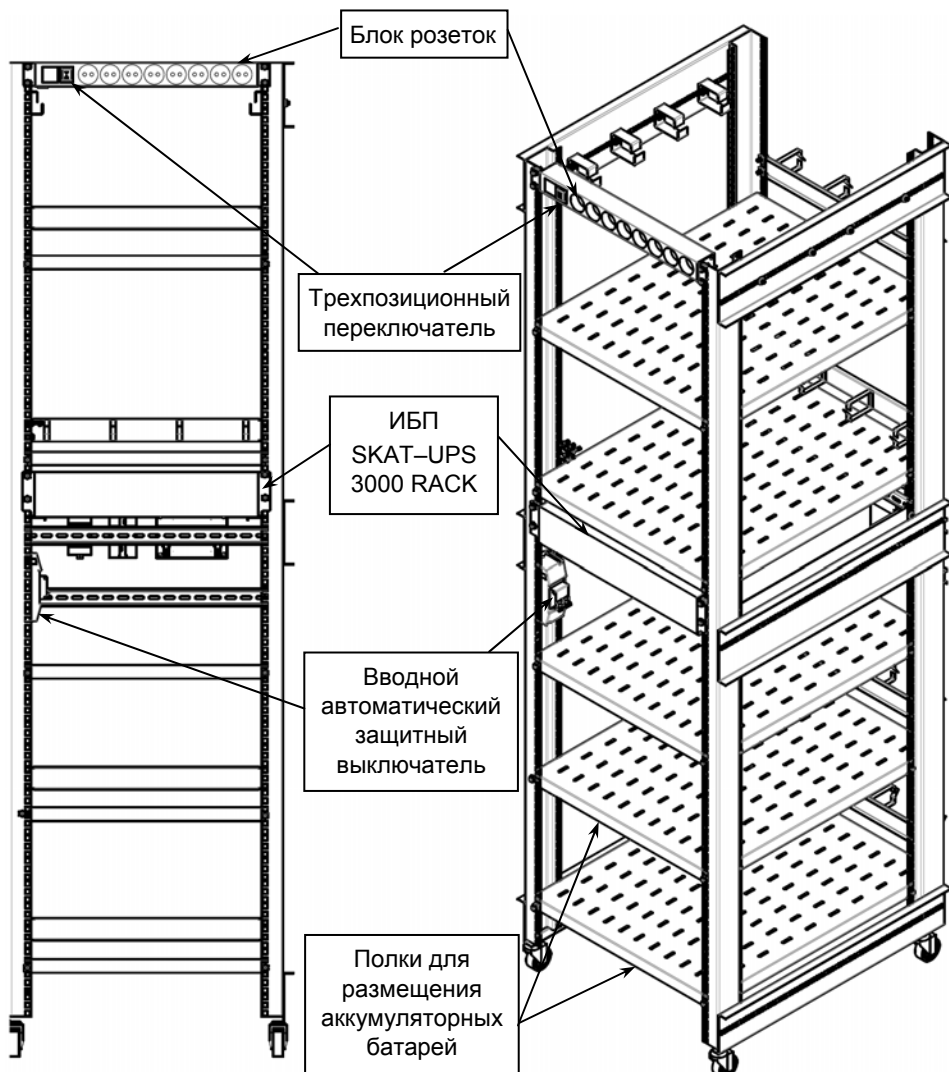

Рисунок 1 — общий вид изделия спереди, без оболочки, с установленным ИБП
- Убедиться в том, что вводной автоматический выключатель, расположенный на левой боковой стойке шкафа изделия (см. рисунок 1), находится в выключенном положении и трехпозиционный переключатель блока сетевых розеток также находится в выключенном (среднем, символ «0») положении.